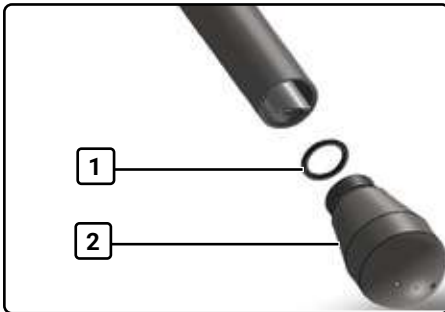

Abb. 10 Düse des Dampfrohrs, demontiert
2. Düse (2, Abb. 10) des Dampfrohrs mit der Hand abschrauben und zur Seite legen.
4. Düse einschließlich Dichtung (1, Abb. 10) wieder anschrauben.